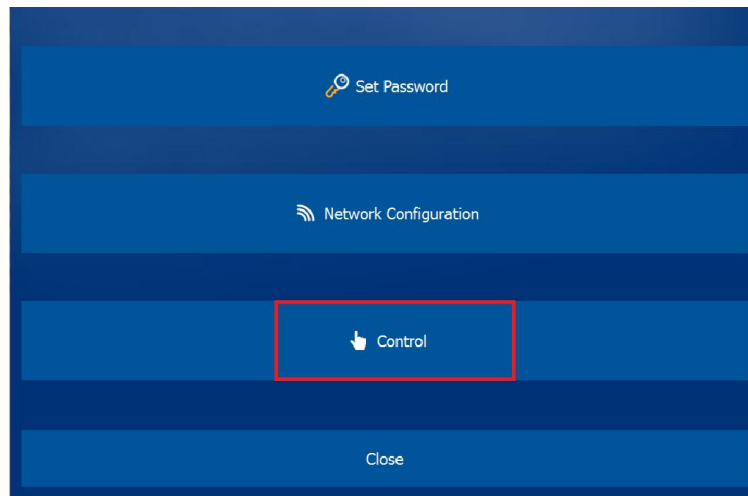

Imagen 12. Pantalla de configuración remota del servidor Web KNX.
1. Usando la aplicación “*IngeniumTracker*” y configurando la opción **Network Configuration** (configuración de red) como se describe en la sección 3 (ver Imagen 12).
2. Usando la aplicación “*IngeniumTracker*” y utilizando la opción **Control** para usar la pantalla virtual (ver Imagen 12).